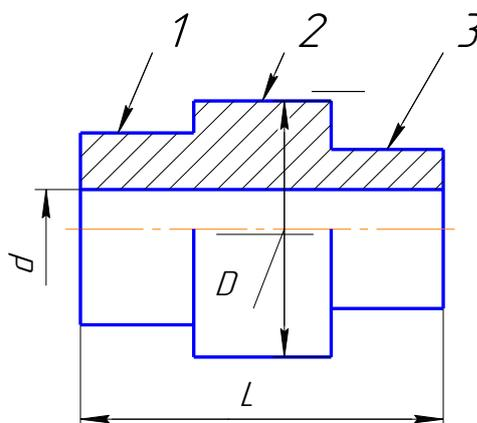

Рисунок 2. Втулка
2. Изобразить на чертеже формата А4 фрагмент детали типа «Втулка» рисунок 2.